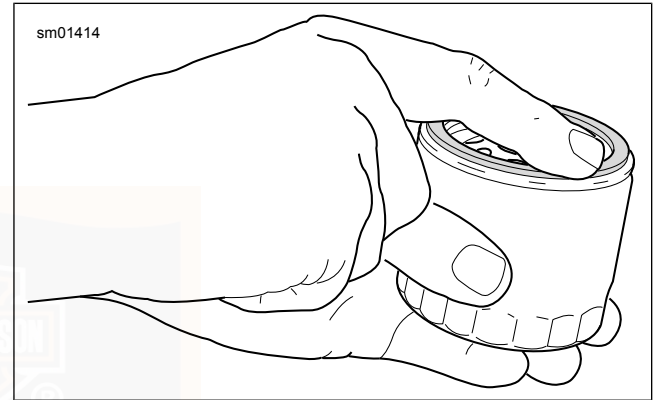

Abbildung 53. Schmierer der neuen Ölfilterdichtung
7. Siehe Abbildung 53 . Den **neuen** Ölfilter einbauen.